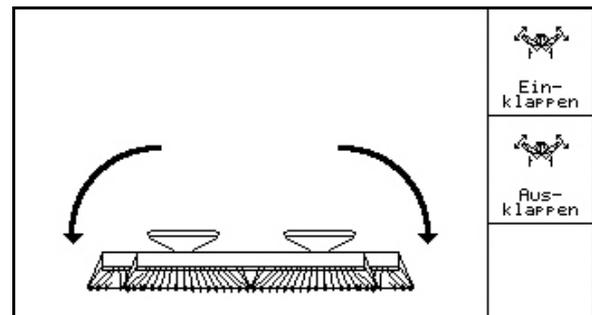

Fig. 64
1.  Présélectionnez le déploiement (Fig. 64).